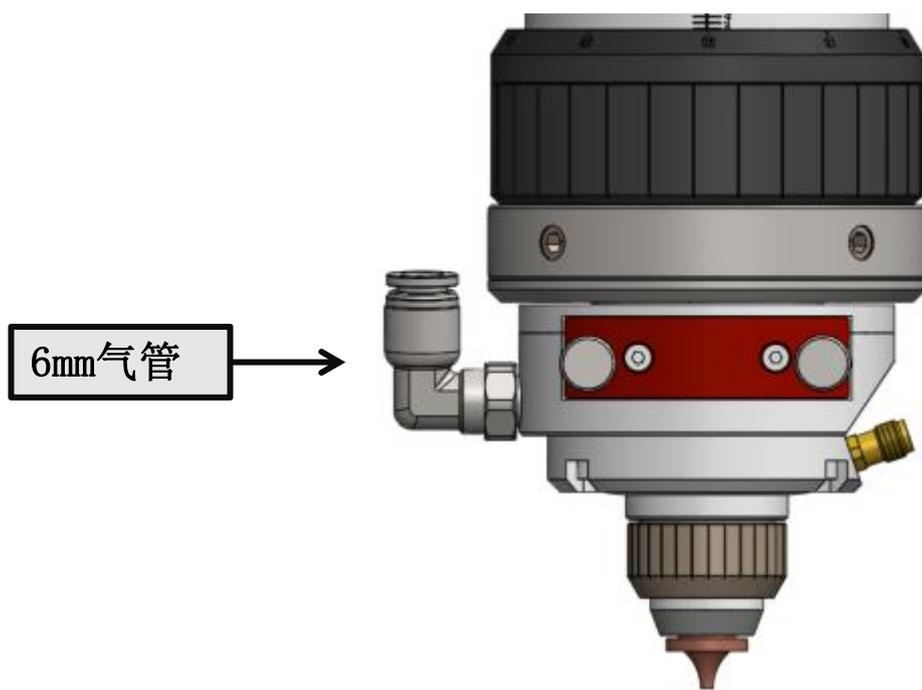

图1.4
① 输入口接6mm气管，如下图1.4所示，用于对接切割气体，输入压力 $<1.5\text{Mpa}$ 。